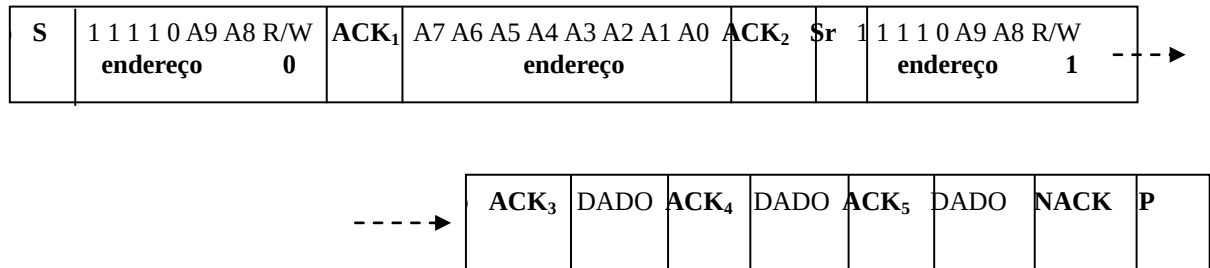

Figura 8.21: Mestre recebe com endereço de 10 bits (condição Re-START).
Quando uma transmissão que envolve um dispositivo escravo com 10 bits de endereço é um ciclo de leitura, é necessário que seja feita uma mudança de direção no fluxo dos dados após o endereçamento. Esta mudança é obtida com uma condição Re-START. A **Figura 8.21** mostra uma comunicação de leitura entre um dispositivo mestre e um escravo. Observe que após a condição Re-START o
a) Na **Figura 8.21** temos: